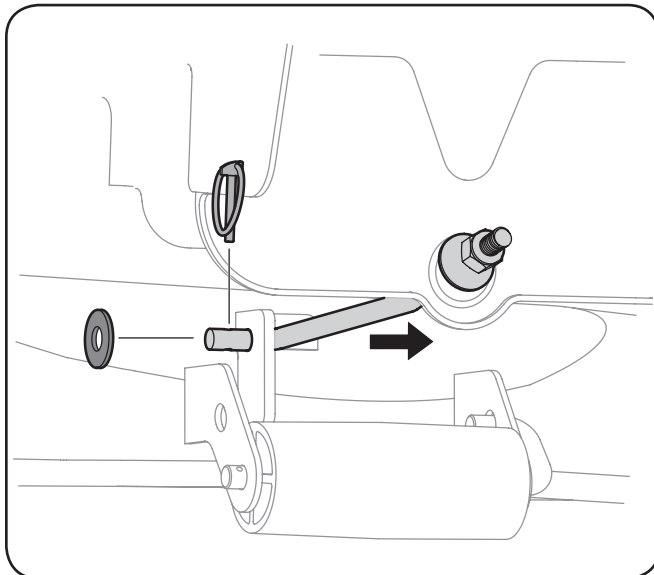

Figura 7-5
9. Deslice suavemente la plataforma de corte hacia la parte delantera del tractor y con cuidado guíe los ganchos de la plataforma para extraerlos de la varilla estabilizadora de la plataforma. Vea la Figura 7-5.